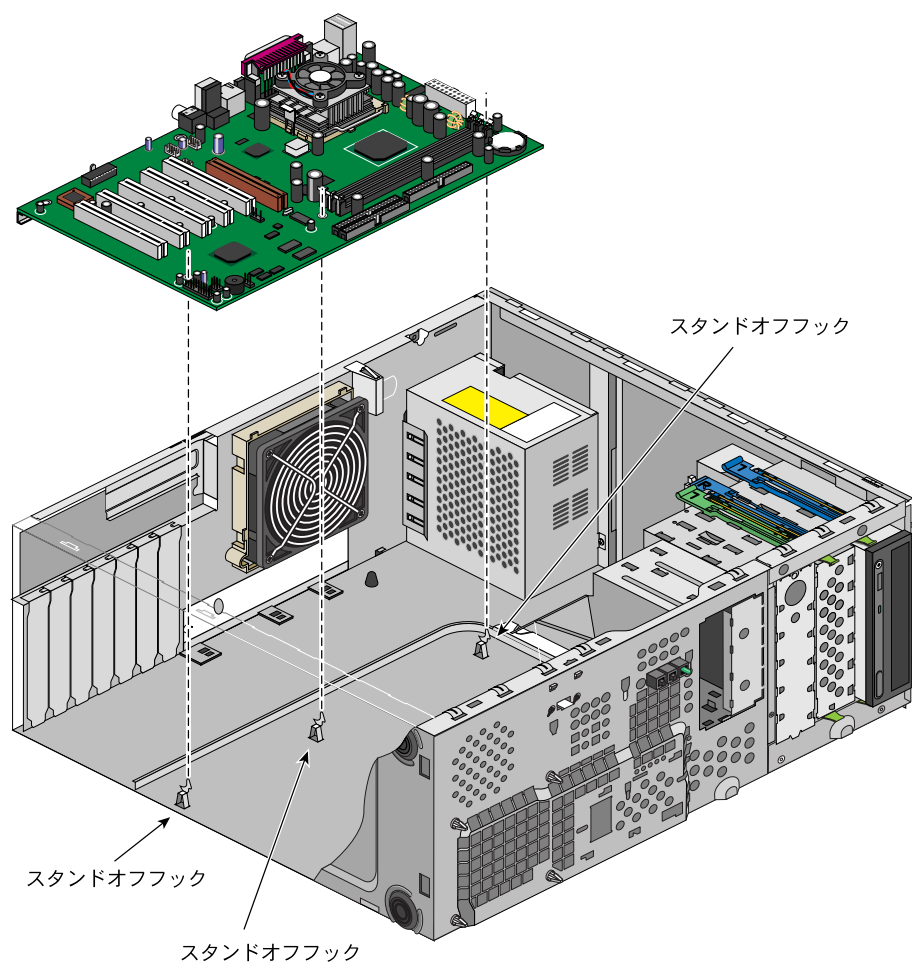

図 2-24 システムボードとスタンドオフフックの位置
4. スタンドオフフックがシステムボードの対応する穴に挿入されるようにシステムボードを取り付けます。手順の詳細については、図 2-24 を参照してください。